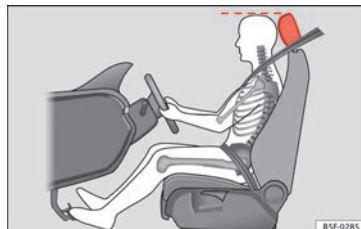

Fig. 84 Position correcte de l'appuie-tête du conducteur
- Réglez l'appuie-tête de sorte que le bord supérieur de celui-ci soit à la même hauteur que la partie supérieure de votre tête » **fig. 84.**